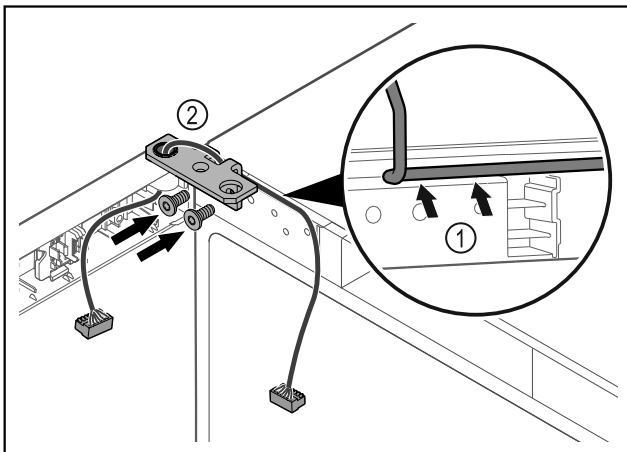

Fig. 41
- ▶ Kabel durch die Ausparung des Scharnierwinkels führen und vorsichtig verlegen Fig. 41 (1).
- ▶ Scharnierwinkel Fig. 41 (2) anschrauben.